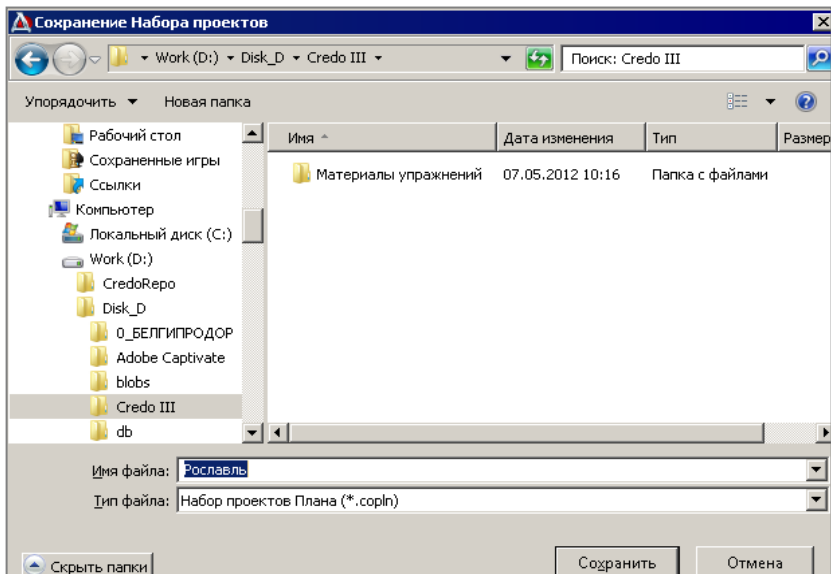

Рис. 3.19
- После выбора команды появляется диалог **Сохранение Набора проектов** (рис. 3.19).
- Нажмите кнопку **Сохранить** (рис. 3.19).